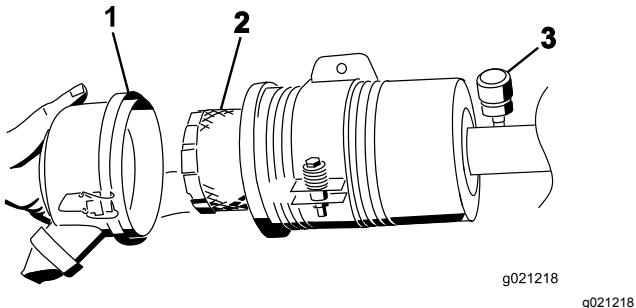

Figura 70
3. Retire e substitua o filtro (Figura 70).